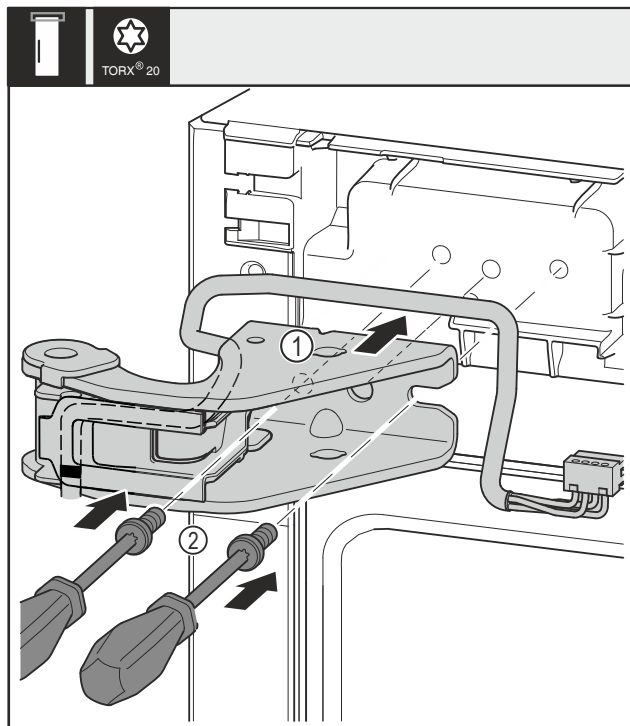

Fig. 31
- ▶ Helyezze fel a felső csapágybakot Fig. 31 (1).
- ▶ Helyezze be a csavarokat Fig. 31 (2), és húzza meg őket csavarhúzóval.